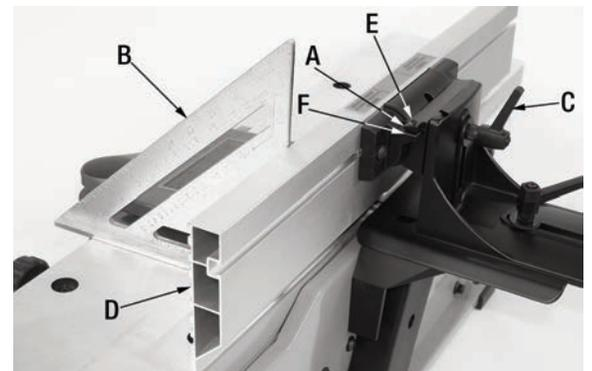

FIGURE 10
- 1) Avec le guide réglé à 90° contre l'arrêt positif (A) Fig.10, placez une équerre (B) sur la table contre le guide tel que montré. Si le guide n'est pas à 90° de la table selon l'équerre, un ajustement de l'arrêt est requis.
- 2) Desserrez la poignée de verrouillage de l'inclinaison du guide (C).
- 3) Positionez le guide (D) à 90° de la table selon l'équerre. (image)
- 4) Tenez le guide en place et ensuite ajustez la vis sans tête (E) de l'arrêt positif 90° jusqu'à ce qu'elle touche le support du guide (F).